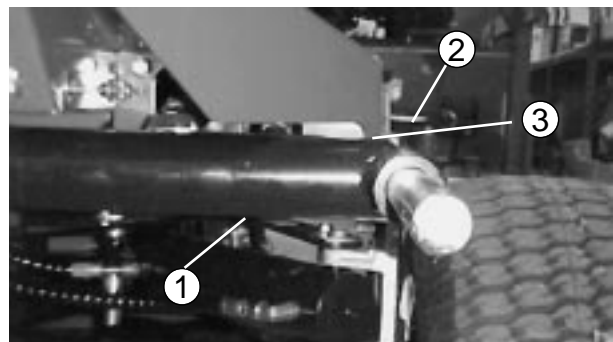
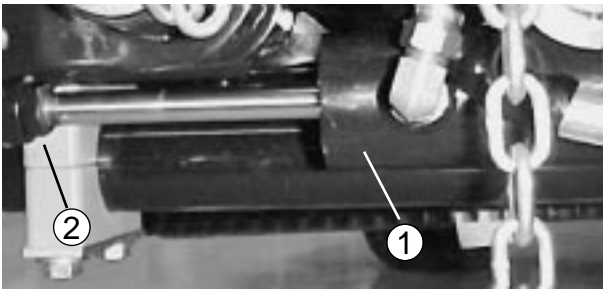
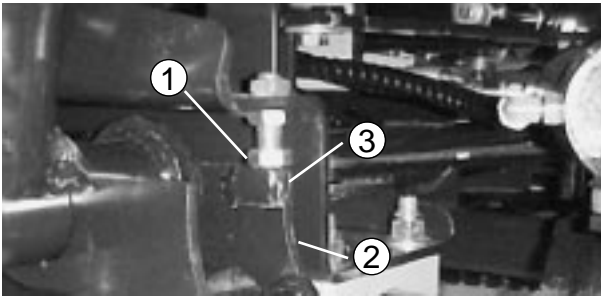

図24
図25
図26
1. エンジンを始動し、昇降アームを上昇させ、各昇降アームとフロア・プレート・ブラケットの間のすきまを測定する（図24）。この値が4.6~8.1 mmの間でない場合は、ストップ・ボルト（図26）を戻し、シリンダを調整して隙間を作る。シリンダの調整は、ジャムナット（図25）を戻し、ロッドの端部からピンを抜いてクレビスを回転させて行う。調整が終わったらピンを取り付けて隙間の大きさを確認し、必要に応じて再調整し、ナットを締める。
2. 各昇降アームとストップ・ボルトとの隙間（図26）が0.13～1.0 mmの間にあるかどうか点検する。この範囲になればストップ・ボルトを調整します。